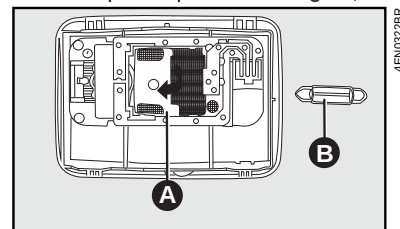

fig. 31
- abra la tapa **A-fig. 31**, en el sentido indicado por la flecha;
- saque el bombillo **B-fig. 31** y sustitúyalo;